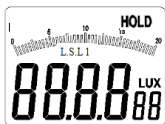

图 3-1-4A
1. 短按“HOLD/ZERO”键，LCD 接口右上方显示“HOLD”字样（如图 3-1-4A 所示），进入数据保持模式；